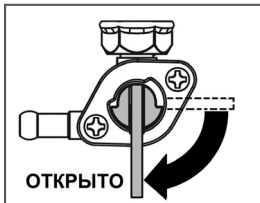
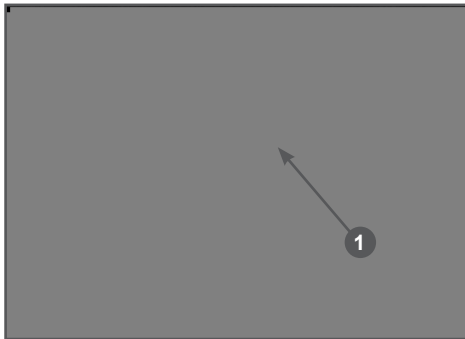

Рис. 12 Рычаг топливного крана
Рис. 14 Трубка системы вентиляции картера
3. Откройте топливный кран переводом рычага в вертикальное положение (Рис. 12).
В процессе работы генератора при температуре окружающей среды ниже -10°C в трубке 1 системы вентиляции картера происходит образование конденсата и его замерзание (Рис. 12). Это приводит к повышению давления в картере двигателя и выдавливанию моторного масла через сальники и прокладки, в результате чего происходит выход двигателя из строя из-за недостаточной смазки. Проверяйте трубку 1 системы вентиляции картера на наличие ледяной пробки каждые 30 минут или чаще (Рис. 14).